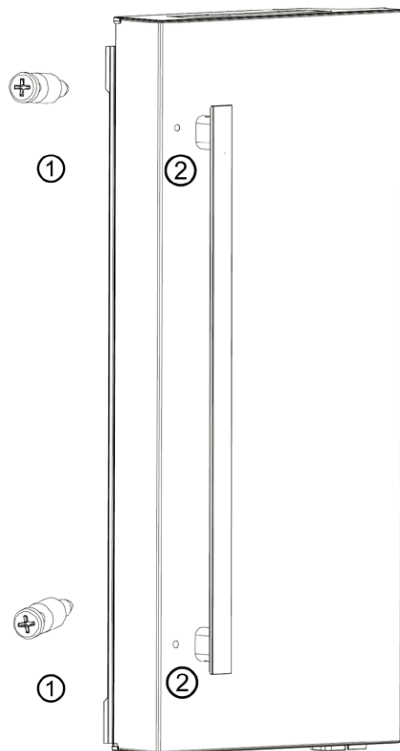

Figura 8
1) Saque los tornillos ① de la bolsa de accesorios, utilice el destornillador Phillips para atornillar los pernos ① en los orificios ② que hay en las puertas del refrigerador. Consulte la Figura 8.